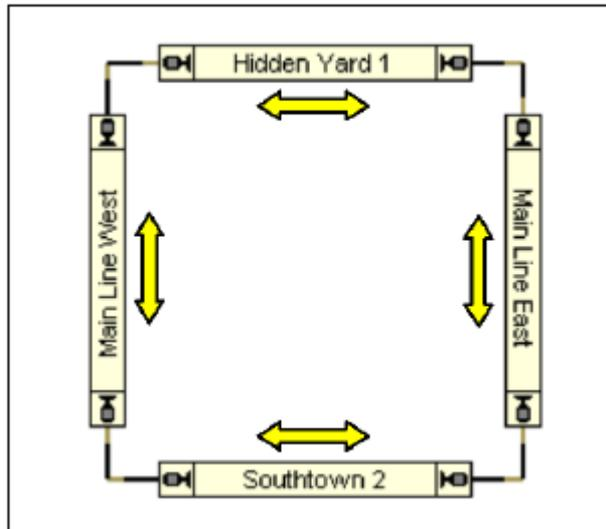

Figure 103 : Schéma de cantons d'un réseau circulaire
Pour établir un canton, les *symboles d'indicateur de contact*, qui représentent les contacts de voie situés dans ce canton, sont créés et attribués au canton. Cela se fait avec *l'éditeur de canton* qui est représenté dans la figure 103. Si au moins l'un des indicateurs contenus dans un canton est activé, le canton est supposé occupé. La position réelle des contacts attribués au canton détermine aussi l'emplacement du canton sur le réseau.
- Bien qu'il soit possible d'attribuer des symboles d'indicateurs qui sont déjà dans une autre fenêtre, à un canton, cette fonctionnalité n'est fournie que pour des raisons de compatibilité avec les versions précédentes du logiciel ou pour des motifs très spécifiques. Normalement, vous devez créer chaque symbole d'indicateur contenu dans un canton avec l'éditeur de canton affiché dans la figure 103.